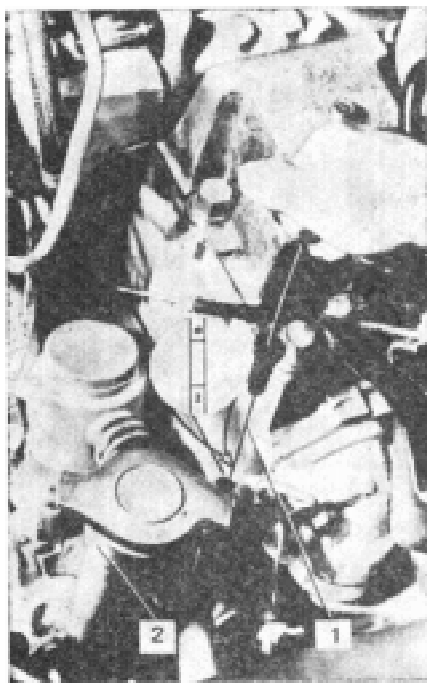

Рис. 62. Проверка уровня масла в картере двигателя: 1 - указатель уровня масла; 2 - горловина маслозаливания
- откройте горловину 2 (рис. 62), предварительно очистив ее от пыли и грязи;